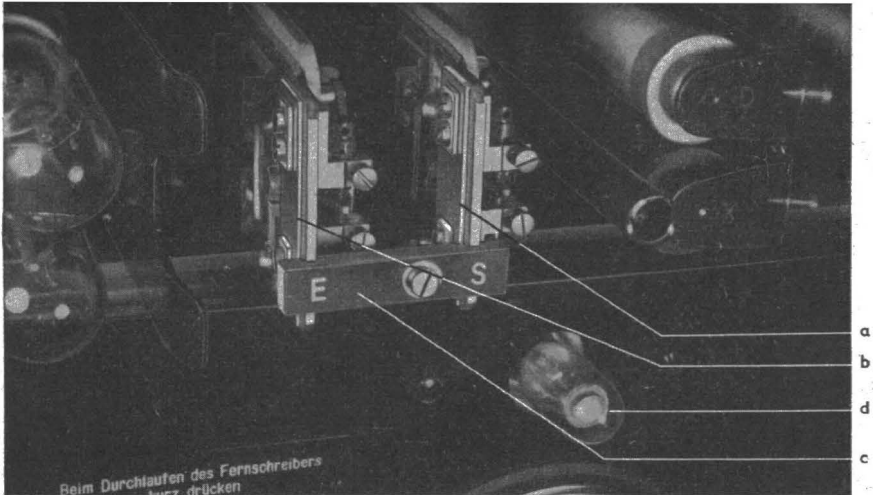

Bild 14
h) Ist der Empfang nach der Einregulierung beständig nur einerseits gut, so kann auch folgender Fehler vorliegen (Bild 14):